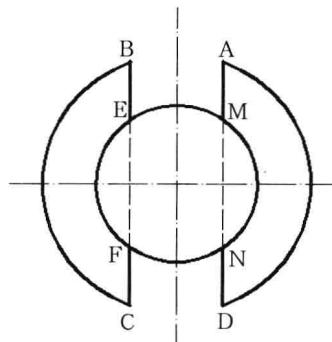

图 4-5-27
(10) 单击“打断于点”按钮□，单击直线EC，捕捉并单击F点，将直线EC打断为EF和FC两条直线。用同样的方法，将直线AD打断为AM、MN和ND三条直线。
(11) 在“常用”选项卡“特性”面板中，选择虚线名称，再单击直线EF和MN，按Enter键，此时直线EF和MN的线型改为虚线，按Esc键，取消选择，如图 4-5-27 所示。